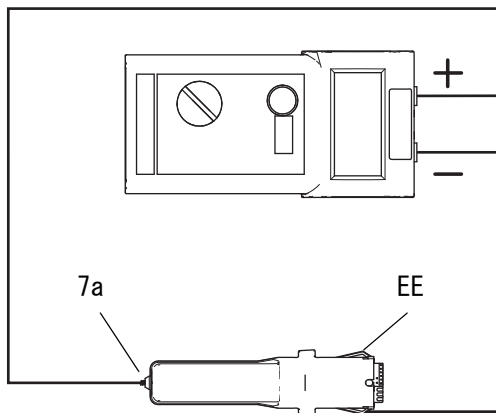

図 22 電源の抵抗のテスト
1. 電源を (7) を取り外します、47 ページ。
2. 電源からタービンオルタネータ (8) を取り外します、48 ページ。
3. 電源の接地ストリップ (EE) とスプリング (7a) 間の抵抗を測定します。図 22 を参照してください。